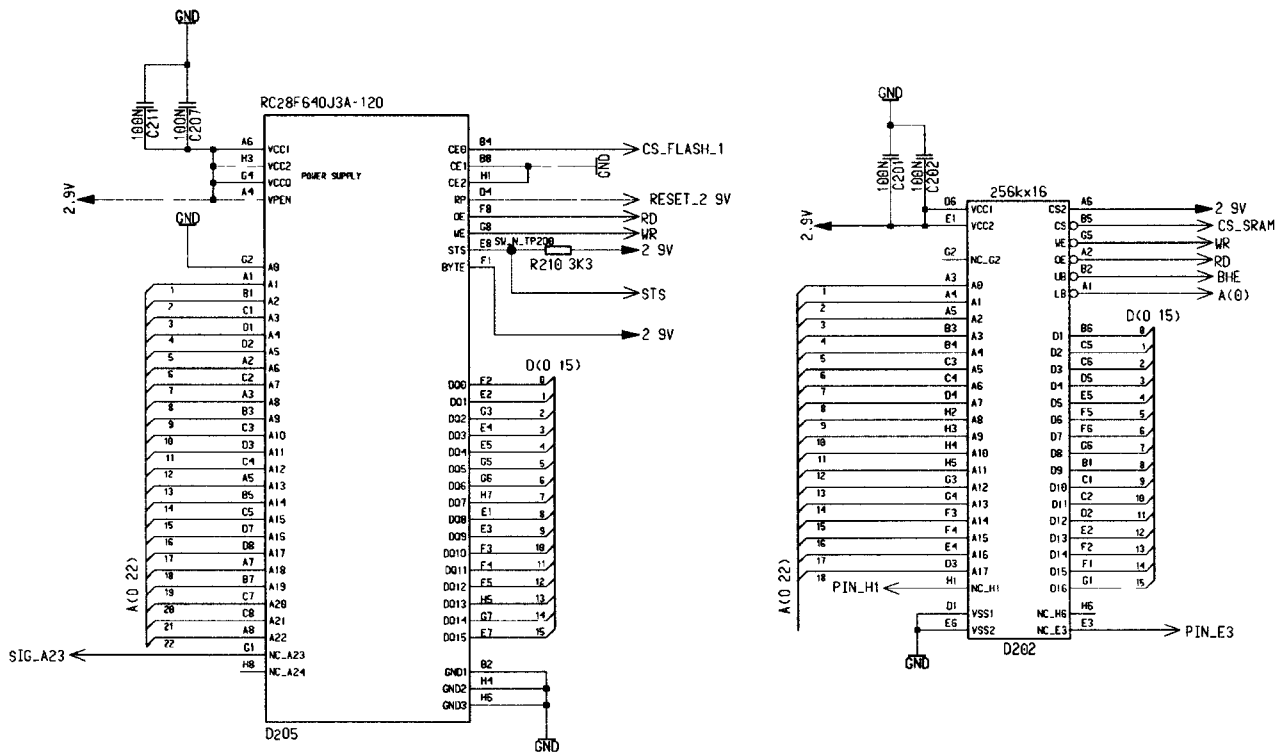
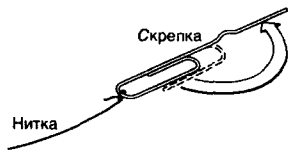

Рис. 6. Принципиальная схема флэш- и SRAM-памяти
Рис. 5. Расправьте один конец скрепки, а к другому привяжите нитку
Принципиальная схема узла цифрового сигнального процессора изображена на рис. 5, а флэш- и SRAM-памяти – на рис. 6.
3. Расправьте один конец скрепки, а к другому привяжите нитку, как показано на рис. 5.